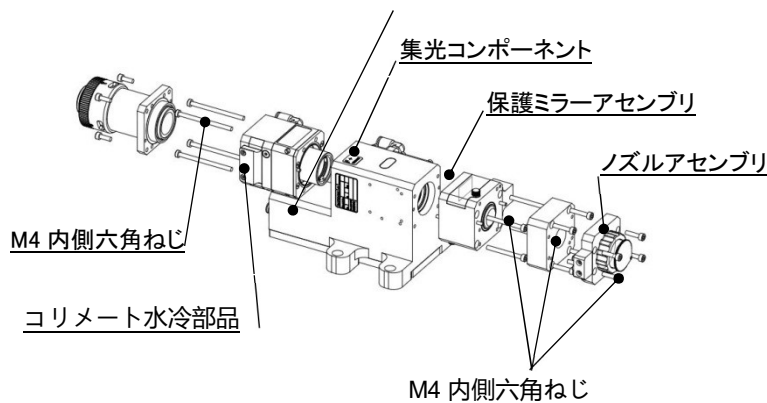

図 6.7 - レンズ撮影
- レーザヘッドを水平に置きます。図 6.7 に示すように、固定ネジを下から上に取り外します。
- 図 6.7 に示す手順で、ネジを再度組み立ててロックします。